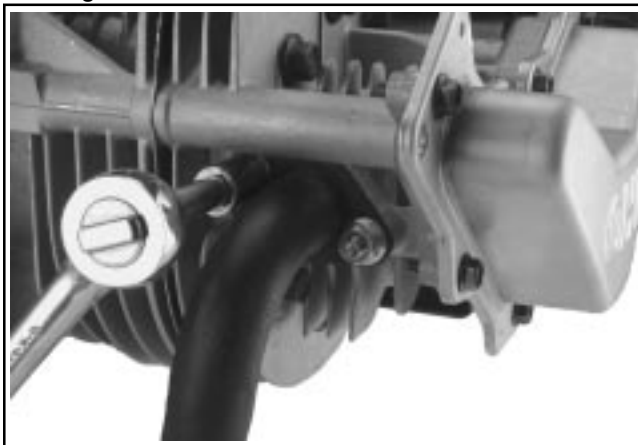

Figure 8-4. Dépose des écrous du système d'échappement.
2. Dégager le silencieux et le joint d'étanchéité des goujons de la soupape d'échappement. Voir la Figure 8-4.